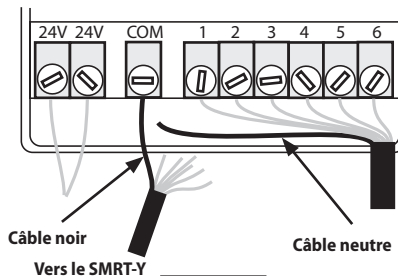

Figure 7
1. Débrancher le(s) câble(s) reliés à la borne commune ou « COM » de votre contrôleur. Relier le câble noir du SMRT-Y à la borne COM de votre contrôleur (voir figure 7).